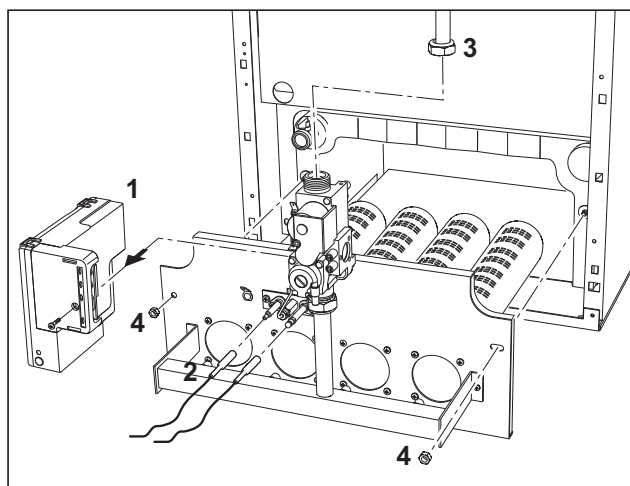

fig. 7
2. Scoateți unitatea electronică de comandă "1" de pe valva de gaz (fig. 7);